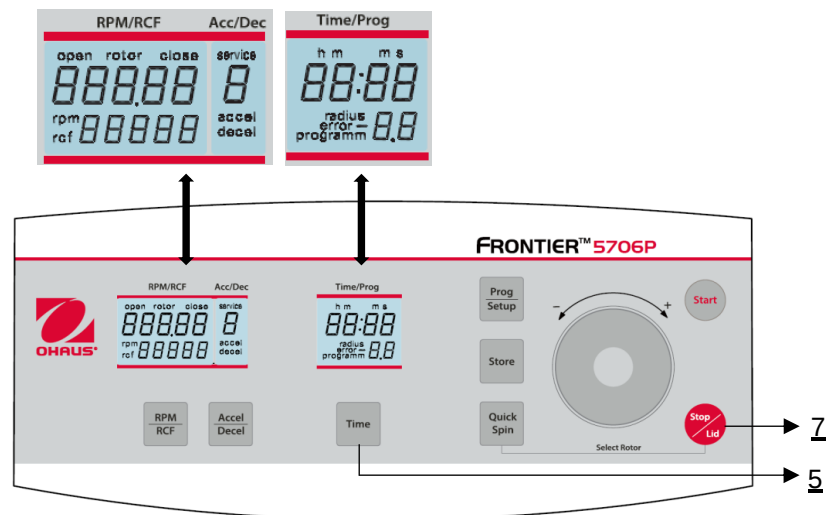

Abbildung 28
Öffnen Sie den Zentrifugendeckel und schalten Sie den Hauptschalter aus. Schalten Sie nun den Hauptschalter wieder ein. Für ca. 3 Sekunden wird im Display "5706P" sowie die aktuelle Softwareversion angezeigt. Drücken Sie während dieser Zeit die Tasten **"Time"** (5) und **"Stop/Lid"** (7) gleichzeitig. Daraufhin wird für ca. 3 Sekunden ein Displaytest durchgeführt. Alle Anzeigen erscheinen gleichzeitig (siehe **Abbildung 28**).